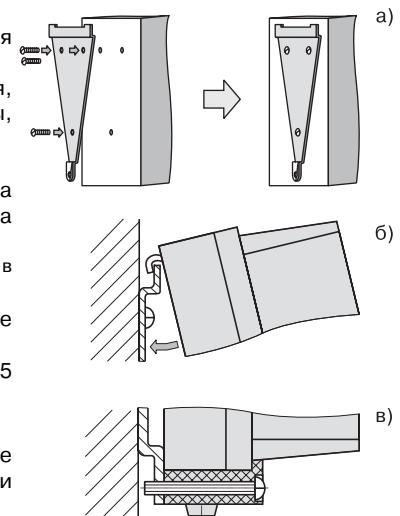

Рис. 12
1. Закрепить кронштейн тремя винтами M4 на поверхности, предназначенной для установки прибора (см. прил. А и **рис. 12, а**).
2. Зашепить крепежный уголок на задней стенке прибора за верхнюю кромку кронштейна (**рис. 12, б**).
3. Прикрепить прибор к кронштейну винтом M4 x 35 из комплекта поставки (**рис. 12, в**).